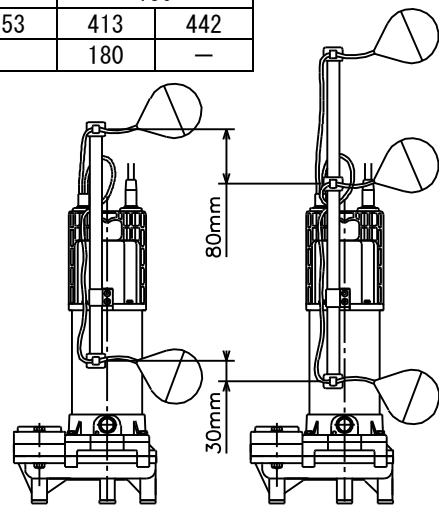

図7
- (11) 自動交互形ポンプ(DWVJ型)は、DWVJ型とDWVA型を組にしてはじめて自動交互運転が行われます。図7の通りにフロートの位置を設定してください。フロートの位置関係が狂いますと正常な動作をしなくなる場合があります。
- (12) 槽内に満水警報の設置を推奨します。当社にて警報盤と水位制御用フロートスイッチを用意していますのでご用意ください。
- (13) 自動運転装置に電極棒をご使用の場合は、汚物が電極棒にからんだり油の付着により誤動作を起こす場合がありますのでご注意ください。
- (14) 着脱装置の据付は、着脱装置に付属の「水中ポンプ用着脱装置」の取扱説明書により行なってください。